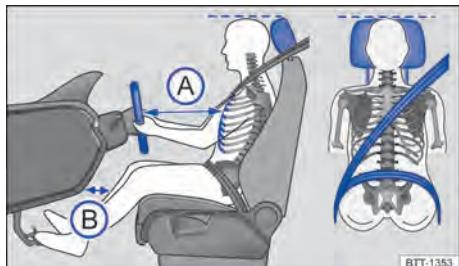

Fig. 24 Distância correta do condutor em relação ao volante, posição correta do cinto de segurança e ajuste correto do apoio para cabeça.
- Ajustar o banco de modo que a distância entre o volante e o tórax tenha no mínimo 25 cm → Fig. 24 (A) e que o condutor possa segurar o volante pela borda externa com as duas mãos e os braços ligeiramente dobrados.
- Ajustar o banco do condutor na direção longitudinal de modo que os pedais possam ser acionados com as pernas ligeiramente arqueadas e a distância para o painel de instrumentos na área do joelho seja de, no mínimo, 10 cm → Fig. 24 (B).
- Para os bancos com apoio para cabeça: ajustar o apoio para cabeça de modo que a sua borda superior se encontre preferencialmente na mesma linha da parte superior da cabeça → Fig. 24 – porém não abaixo da altura dos olhos. Posicionar a parte posterior da cabeça o mais perto possível do apoio para cabeça.